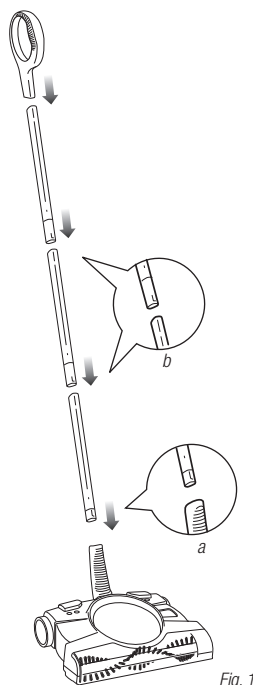

Fig. 1
- 1** Insérez le tube de rallonge de la poignée inférieure (le plus court des trois tubes) dans la poignée inférieure (a). Assemblez ensuite les deux tubes de rallonge et insérez-les dans le tube de rallonge de la poignée inférieure (b). Fixez ensuite la poignée supérieure au tube de rallonge supérieur. (Fig. 1)